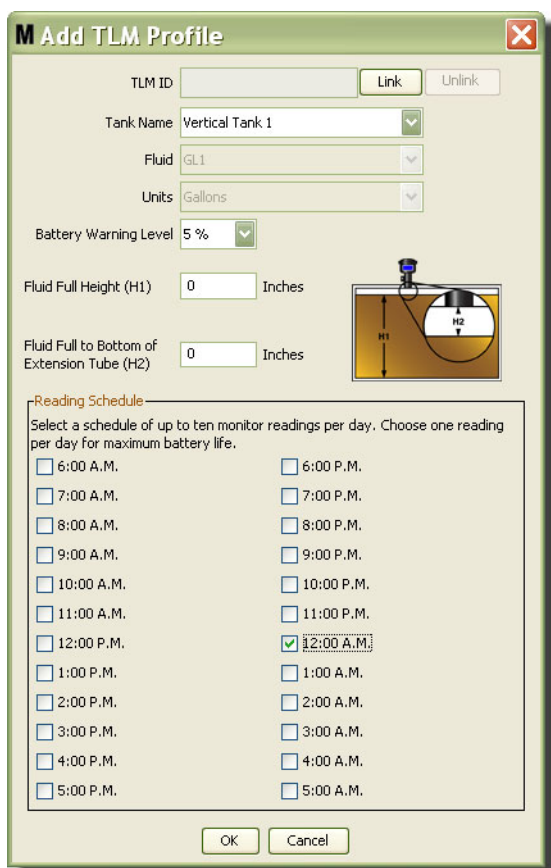

FIG. 108
3. Aparecerá la pantalla Agregar perfil de TLM representada en la FIG. 108.
2. En la pantalla del ordenador representada en la FIG. 108, seleccione el botón Vincular y desde la lista desplegable seleccione el TLM para el que está creando este perfil. Esto vinculará el TLM con el ordenador para Matrix y habilitará la comunicación entre los dos dispositivos del sistema.
Después de hacer clic en el botón “Vincular”, este botón, tal como se representa en la FIG. 108 dejará de estar activo y en cambio se activará el botón “Desvincular”. Hacer clic en el botón “Desvincular” quebranta el vínculo entre este TLM y el ordenador para Matrix.